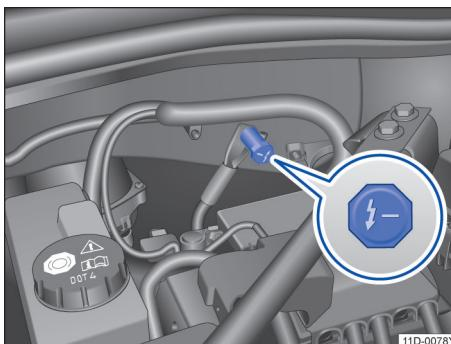

图 136 车身上的负极 (接地点)
由于车辆的车身接地，原则上前舱内的车身螺栓连接点（没有绝缘漆面覆盖）均可作为应急启动的负极 (接地端)。（图中位置仅作举例示意 → 图 136 ①）